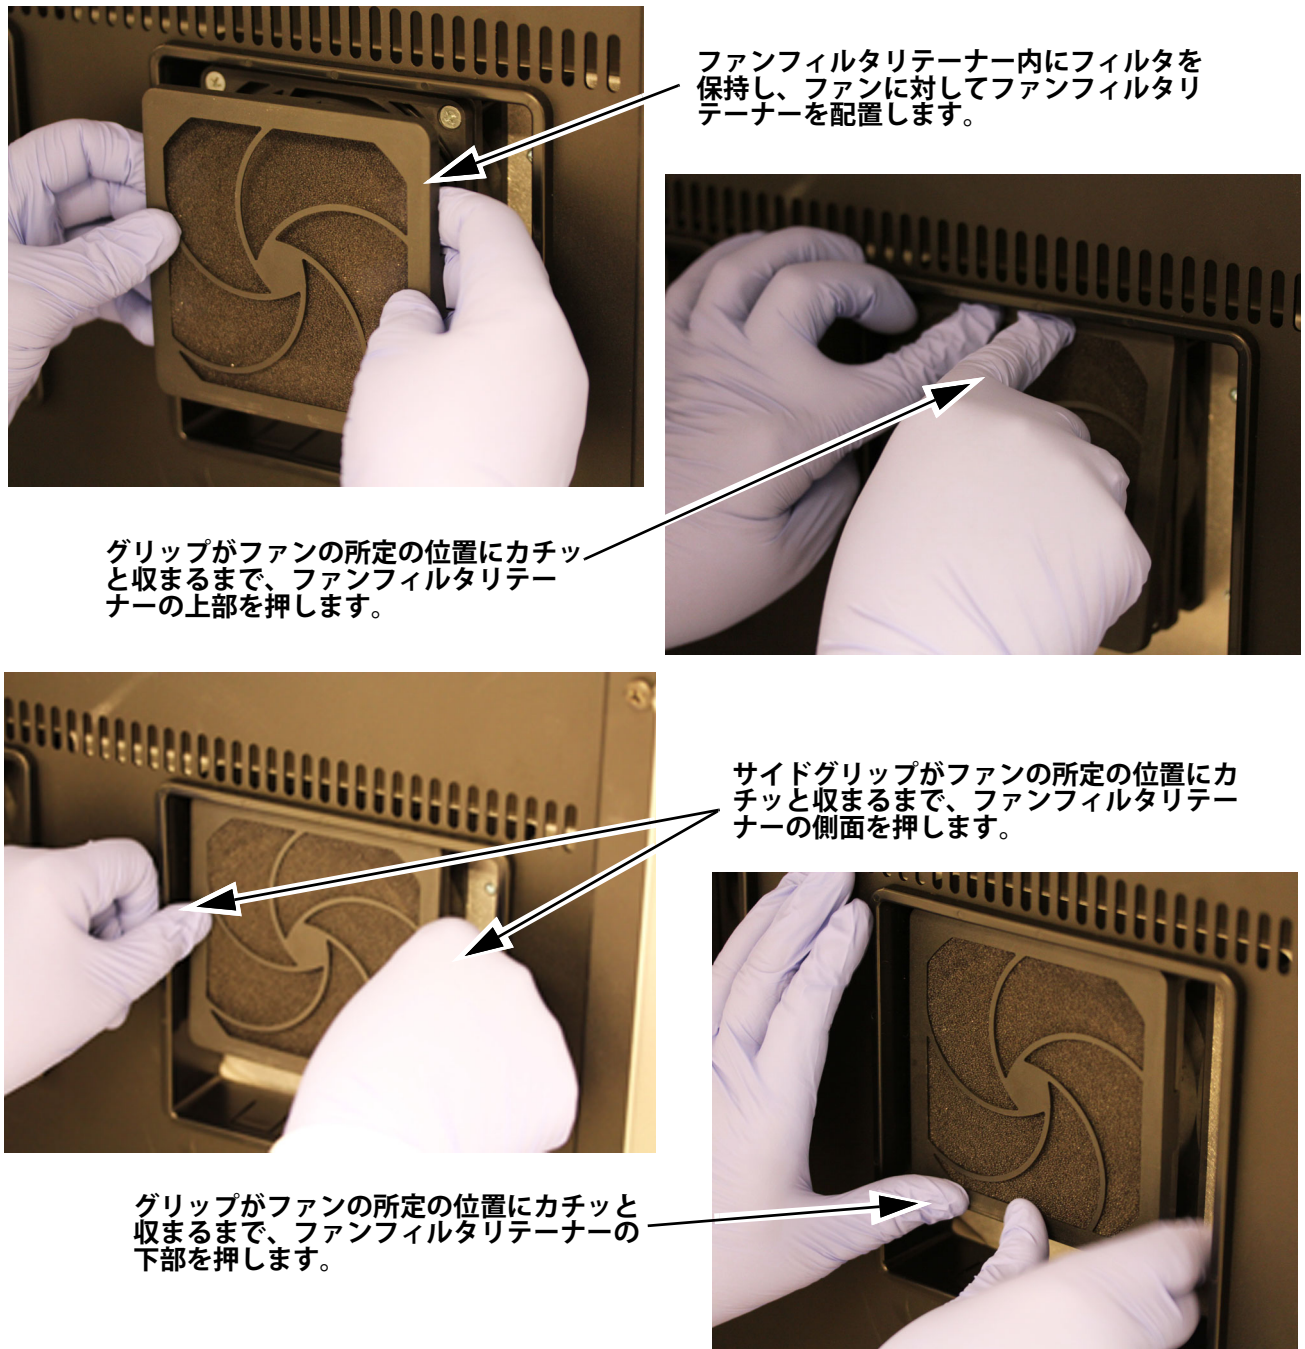

図 9-27. ファンフィルタとガードのインストール
7. ファンフィルタアセンブリを 8 パックアセンブリにインストールします。図 9-27を参照。